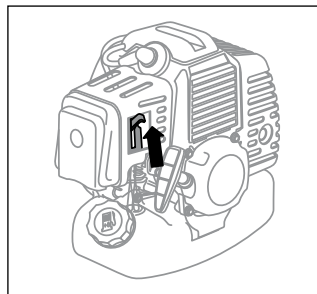

Рис. 12
4. Переведите рычаг воздушной заслонки в верхнее положение – ||| «Закрыто» (рис. 12).
7. Переведите рычаг воздушной заслонки (рис. 12) в нижнее положение |||| «Открыто».
1. Переведите рычаг воздушной заслонки в нижнее положение – ||| «Открыто» (рис. 12).